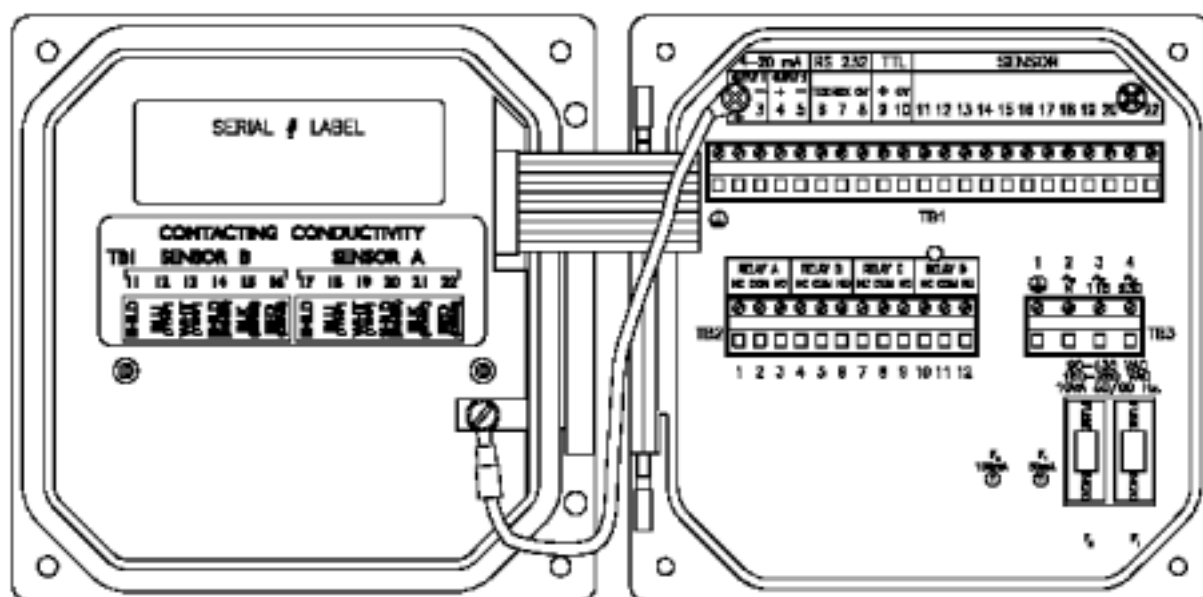

图 2-4 序列号前缀为“A”或者无的测定仪的接线端标识
- 对于序列号前缀为“ A ”为无的测定仪 ( 图 2-4 ) , 连接到 TB1 上的“ ground symbol ( 地线标识 )”接线端。